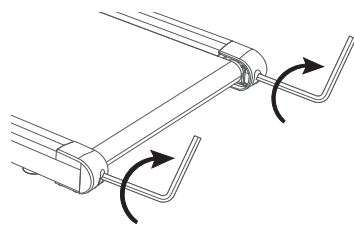

Abbildung 3
2. Drehen Sie mit dem Sechskantschlüssel beide Schrauben der Umlenkrollen im Uhrzeigersinn um $\frac{1}{2}$ Umdrehungen (siehe Abbildung 3).